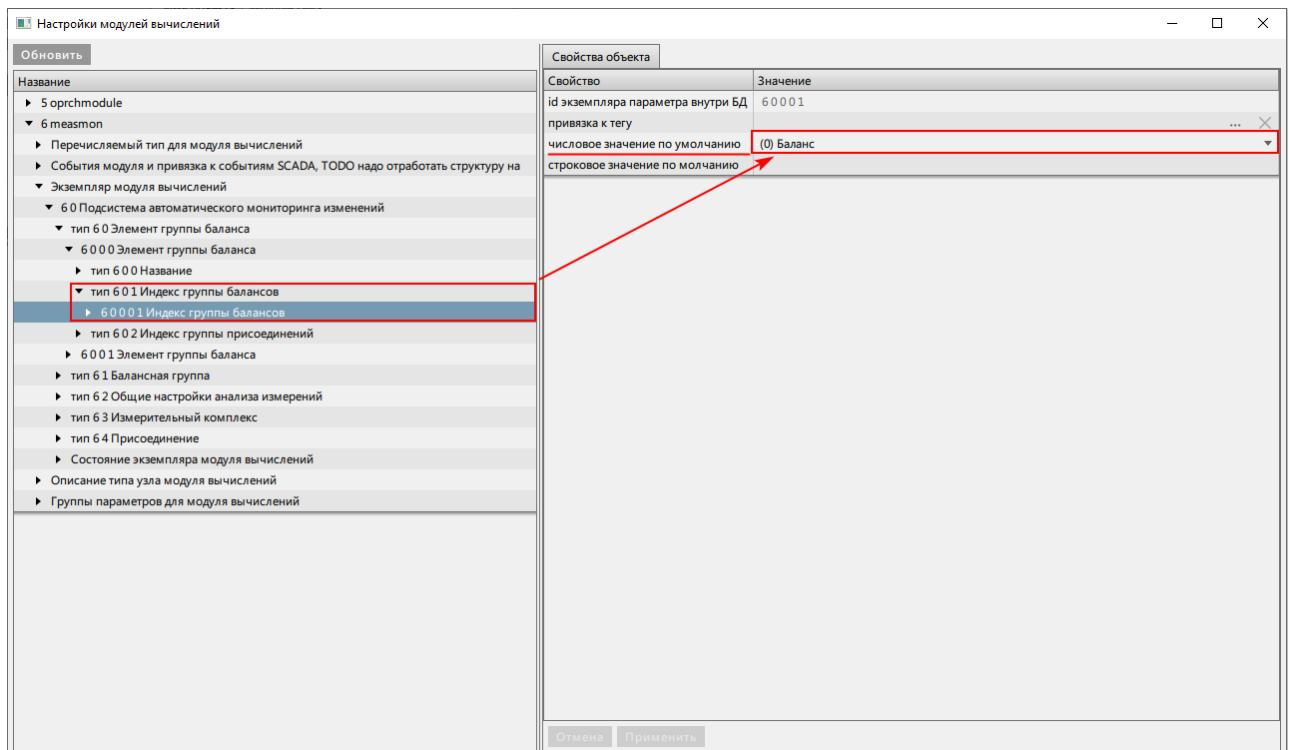

Рисунок 448 - Индекс группы балансов
9. У каждого элемента группы балансов раскройте узел **тип 6 0 1 Индекс группы балансов** и напротив строки **числовое значение по умолчанию** выберите значение из выпадающего списка (Рисунок 448).